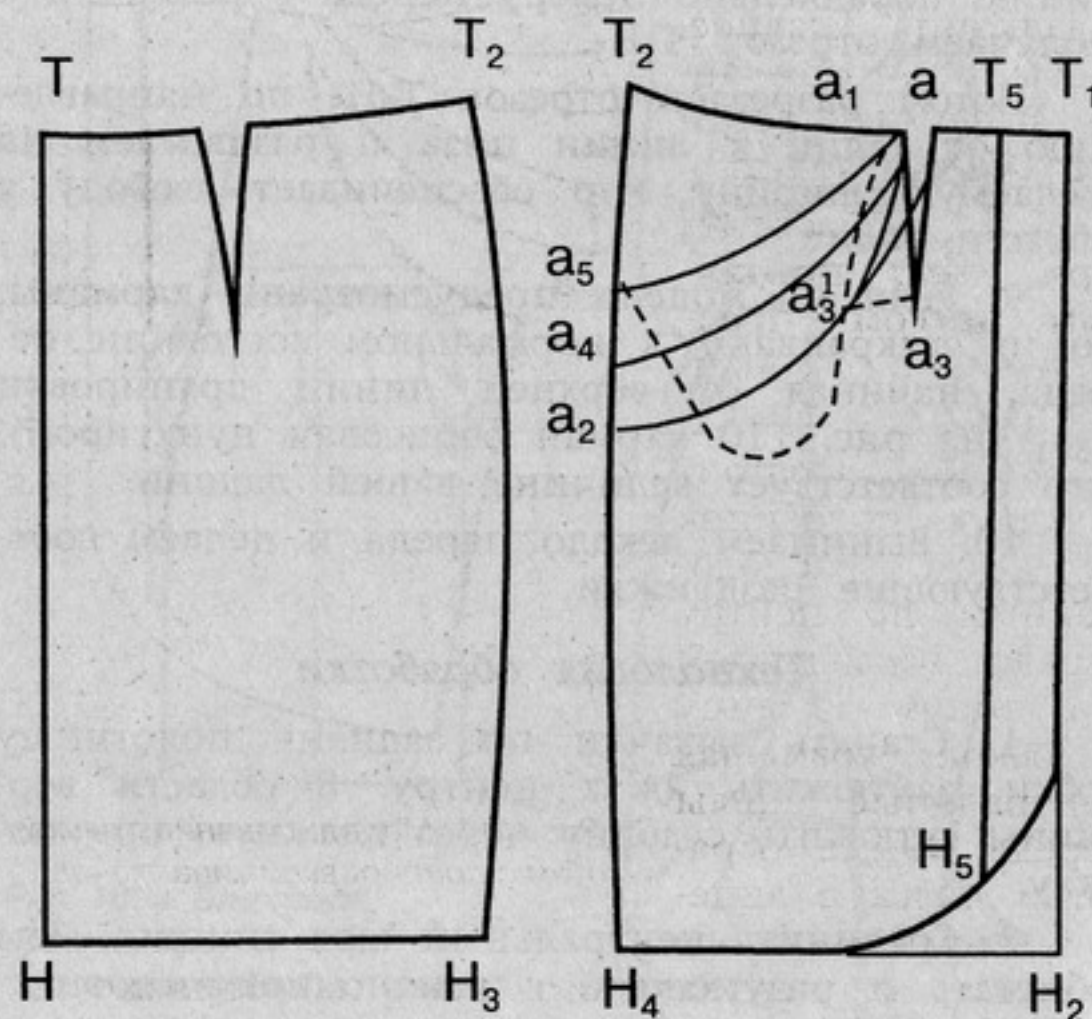

Рис. 110. Чертеж выкройки прямой юбки с драпировкой типа "качели"
5. Сюда переносится вершина вытачки переднего полотнища $a_3a_3^1$. Точка a_3^1 соединяется с точкой a_1 плавной кривой по лекалу (рис. 110).
9. Если по модели предусмотрены карманы, то их выкраивают в нормальном состоянии переда, начиная от верхней линии драпировки a_5a_1 (на рис. 110 карман обрисован пунктиром), что соответствует величине вашей ладони.